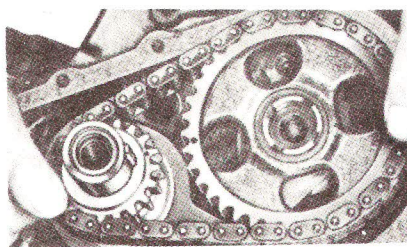

Fig. 18 — Desmontaje de Cadena y Engranaje de Sincronización. Típico
6. Haga girar el motor con el arranque hasta que las marcas de sincronización queden alineadas como se ilustra en la Fig. 17. Quite el tornillo y la arandela de sujeción del engrane del árbol de levas. Deslice ambos engranes y la cadena hacia delante y desmóntelos como conjunto (Fig. 18).